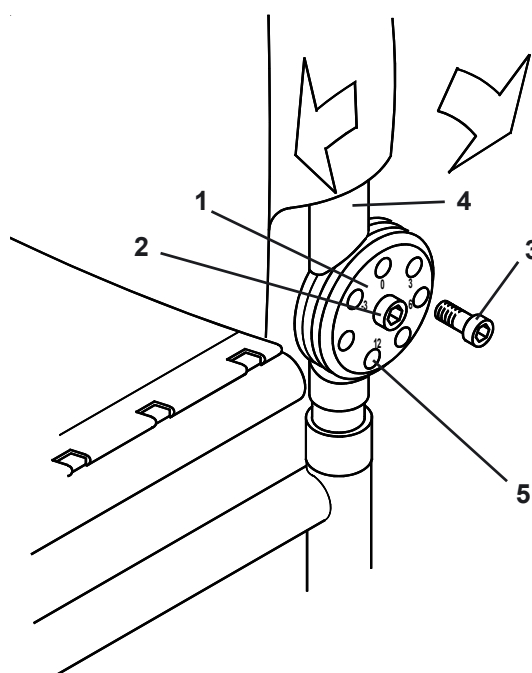

Fig. 32
L'angle du dossier (Fig. 32) peut être réglé par étape de 3° entre -3° et 12°, en utilisant les mécanismes de réglage du dossier (1) situés sur les tubes du cadre supérieur arrière. Desserrer la vis (2) et retirer la vis (3) en utilisant une clef Allen de 6 mm (des deux côtés du fauteuil). Tourner le dossier (4) à la position requise et replacer la vis (3) dans le trou qui porte le marquage approprié en degrés (5). Serrer les deux vis. Serrer jusqu'à 24 Nm.